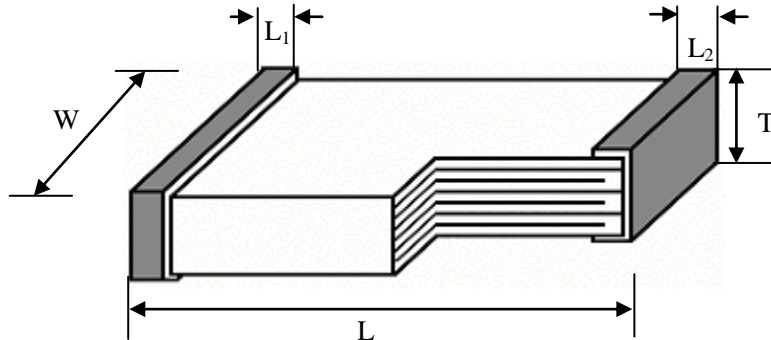

图 1 产品外形示意图
3.2.1 要求： 产品的外形和尺寸应符合图 1 及表 1 的要求。